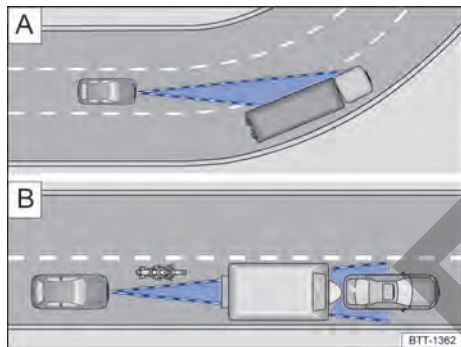

Fig. 94 [A] Conducción en curva. [B] Vehículos fuera del área de alcance del sensor del radar
El sensor de radar siempre realiza las mediciones en dirección recta. Por lo tanto, los vehículos en curvas cerradas pueden detectarse accidentalmente o los vehículos que se encuentran adelante pueden no detectarse → fig. 94 [A].
- Vehículos que conducen fuera del área del sensor a poca distancia del propio vehículo, por ejemplo, motocicletas → fig. 94 [B].